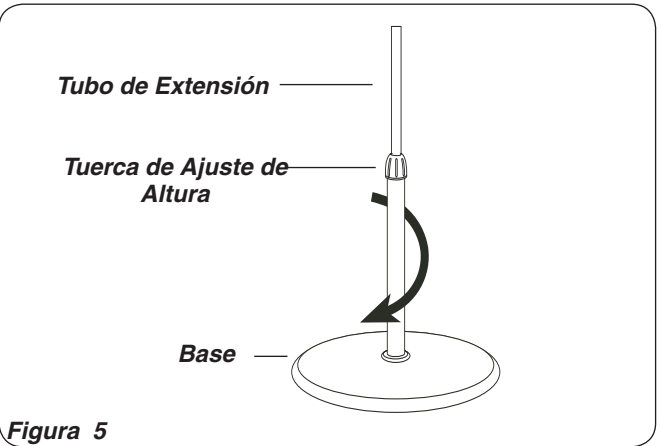

Figura 5
1. Utilizando un movimiento giratorio, inserte el extremo del tubo de diámetro grande en el agujero de la **Base**. (**Figura 5**) El girar el tubo a medida que se lo empuja asegura que el tubo quede plenamente asentado en la **Base**.